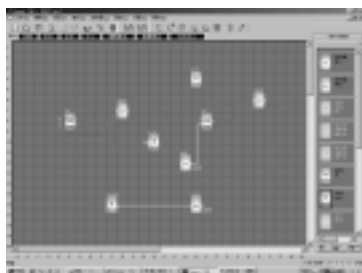
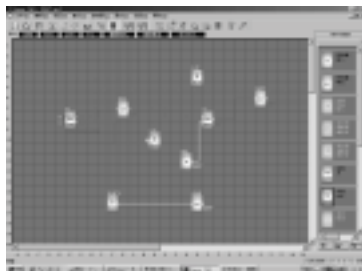

图 4.12 起动仿真
图 4.13 模拟运行界面
1. 用鼠标左键点击指令“控制器”菜单下的“模拟”的“开始”如图 4.12 所示,即可开始模拟运行程序。或者用鼠标点击工具栏中“”按钮也可开启模拟运行界面。模拟运行界面如图 4.13 所示。